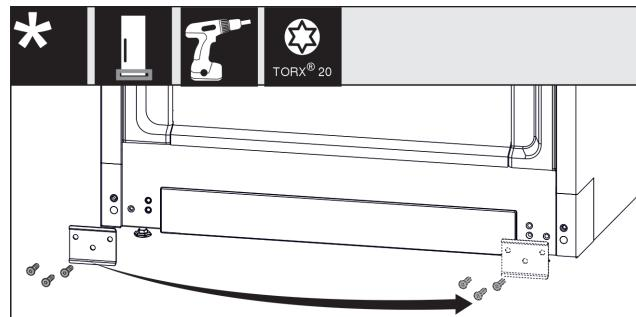

Fig. 13
- Odvijte pločevino, prestavite jo na drugo stran in nato znova privijte. Fig. 13 (1)